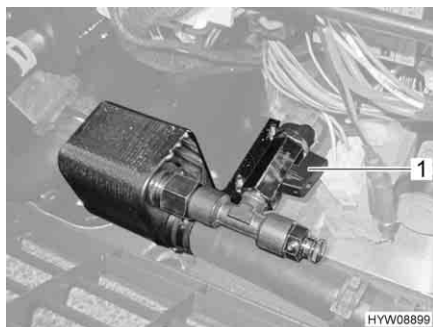

Fig. 127 Scambiatore di calore (Alde)
- Posizionare la maniglia (Fig. 127,1) del rubinetto di chiusura parallelamente alla tubazione.
- Posizionare la maniglia (Fig. 127,1) del rubinetto di chiusura verticalmente rispetto alla tubazione.